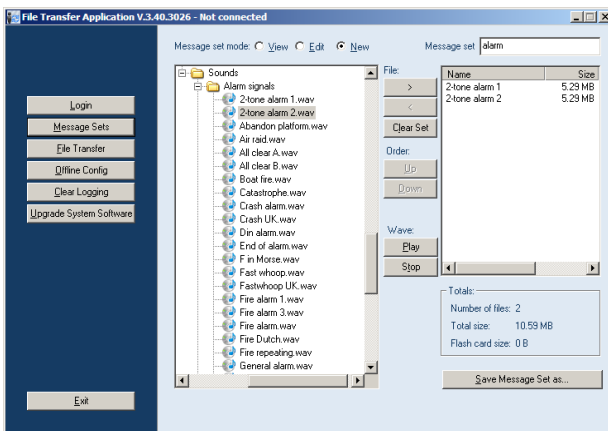

Abbildung 44.9: Erstellen eines Durchsagensatzes
- 2 Klicken Sie in der *File Transfer Application*-Anwendung auf die Schaltfläche *Message Sets* (Durchsagensätze). Es wird ein Bildschirm angezeigt, der Abbildung 44.9 ähnelt.